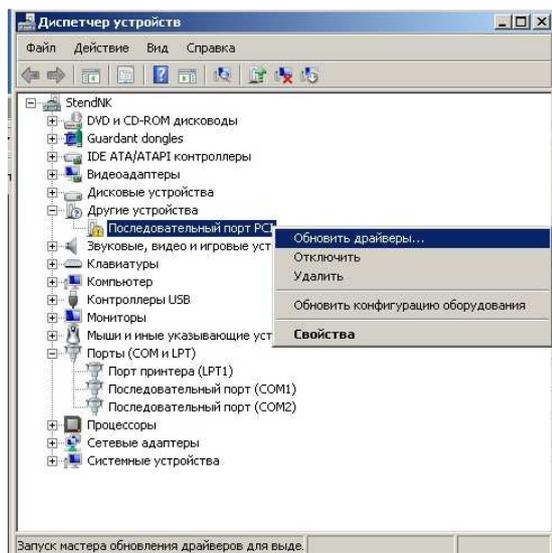

Рис. 8.16
- правой кнопкой мыши щёлкните по «Последовательный порт PCI» в «Других устройствах» и в открывшемся меню выполните команду «Обновить драйверы» (Рис. 8.16);